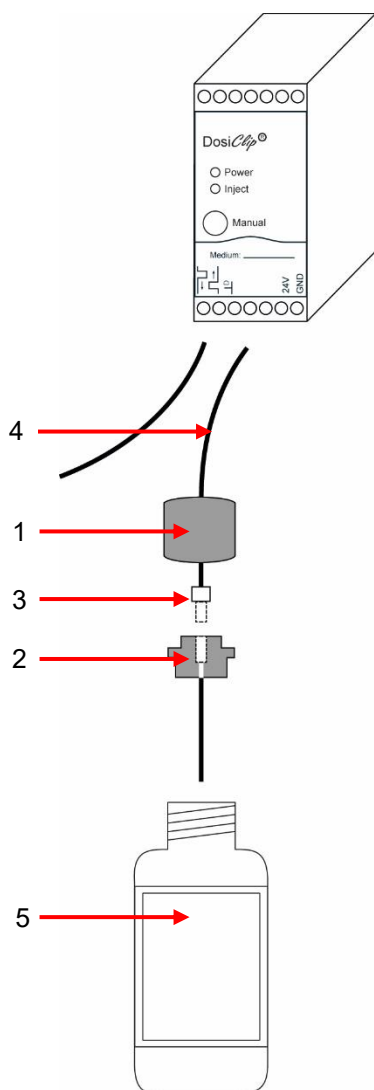

Figure 17
1. Enlever les obturateurs des passe-câbles correspondants (voir figure 17).
Insérez le flacon de réactif comme suit. Consultez la Figure 17.